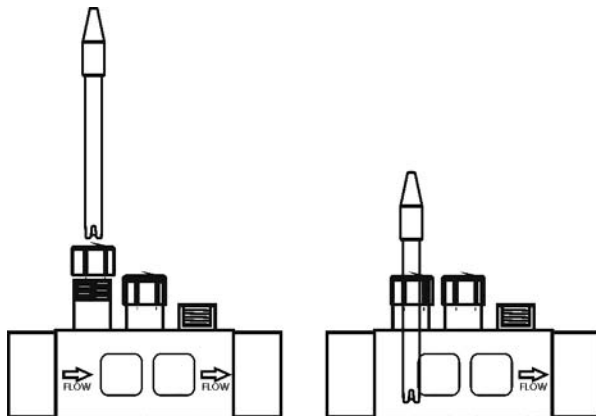

Fig. 12
1. Plaats de bij het apparaat geleverde pH-/ORP-sondes in de bijbehorende openingen in de sondehouders. (Fig. 12)